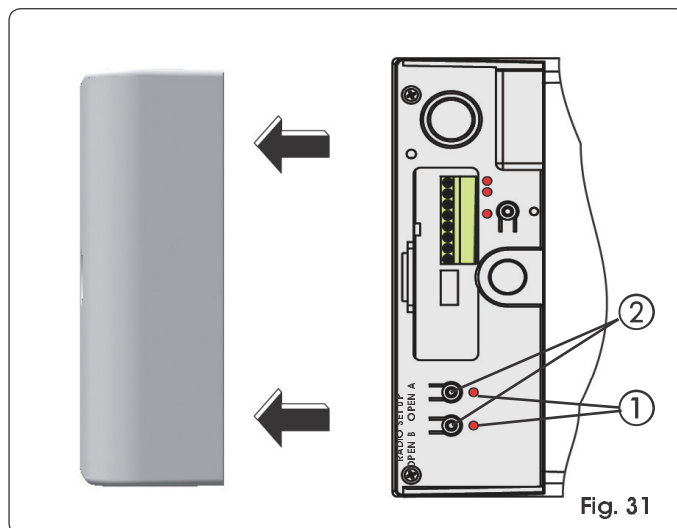

Fig. 31
- 4) Appuyer, pendant 1 seconde, sur le bouton-poussoir OPEN A ou OPEN B (Fig. 31 ref. ②), pour mémoriser respectivement l'ouverture totale ou l'ouverture partielle.
- 2) Appuyer, pendant 1 seconde, sur le bouton-poussoir OPEN A ou OPEN B (Fig. 31 ref. ②) pour mémoriser respectivement l'ouverture totale ou l'ouverture partielle.